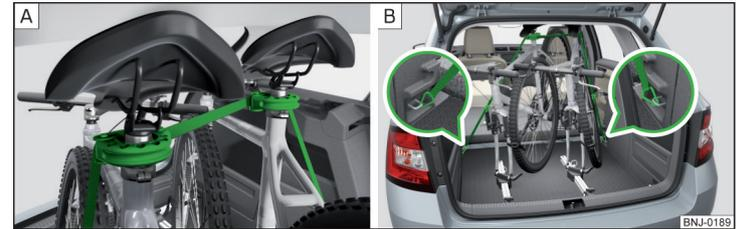

Abb. 99 Stabilität der Fahrräder mit einem Gurt absichern
- Beim Transport von zwei Fahrrädern den Gurt zwischen den Sätteln spannen, indem die Fahrräder auseinander geschoben werden » Abb. 99 - **A**.
- Die Karabiner an den Gurtenden in die unteren Verzurrösen hinter den Rücksitzen einrasten » Abb. 99 - **B**.